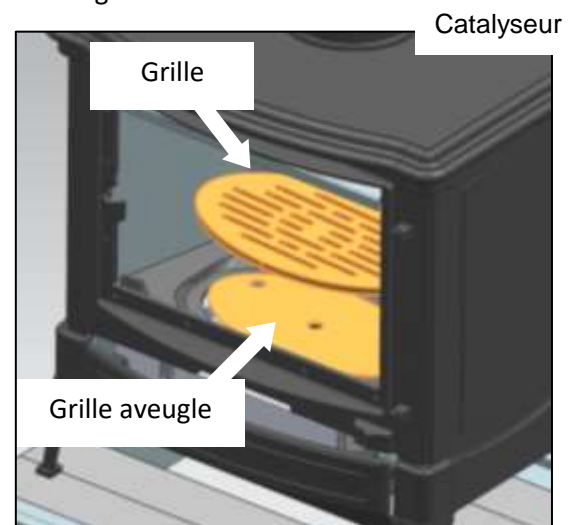

Fig. 20
**Si le poêle dispose d'une grille aveugle, vous devez la retirer avant de procéder au nettoyage des cendres (fig. 20).**